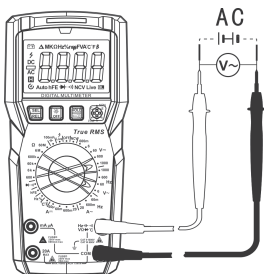

Рис. 4. Измерение напряжения переменного тока
7.2. Измерение напряжения переменного тока (см. рис. 4)